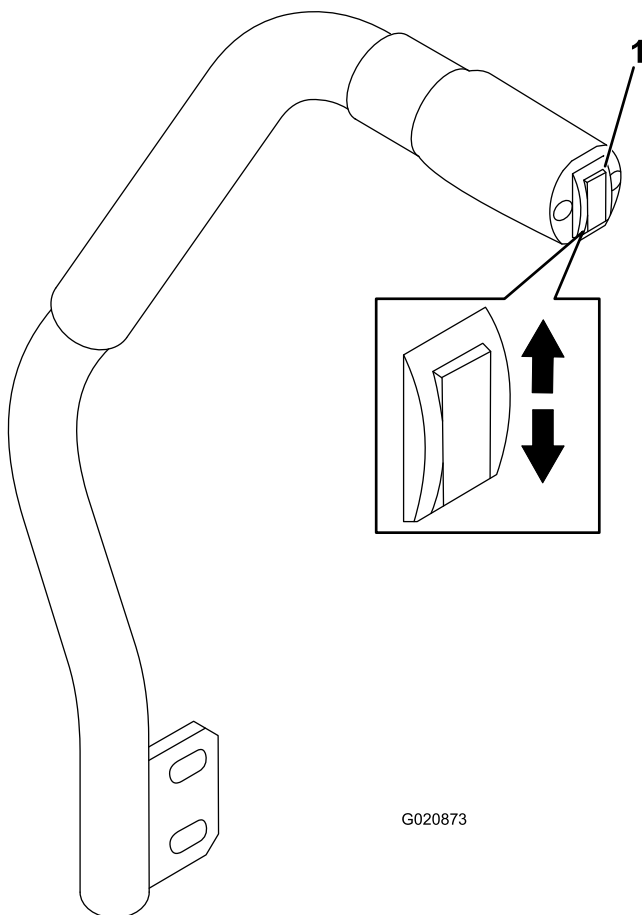

Figure 22
La commande de levage du plateau de coupe permet de lever et d'abaisser l'unité de coupe (Figure 22). L'utilisation de ce levier n'est possible que lorsque le moteur est en marche.
- Pour baisser l'unité de coupe, poussez la commande de levage vers le bas (Figure 22).
- Pour lever le plateau de coupe, poussez la commande de levage vers le haut (Figure 22).
1. Lorsque le moteur tourne, poussez la commande de levage du plateau de coupe vers le haut jusqu'à ce que l'unité de coupe soit complètement levée, puis **relâchez immédiatement la commande** (Figure 22).